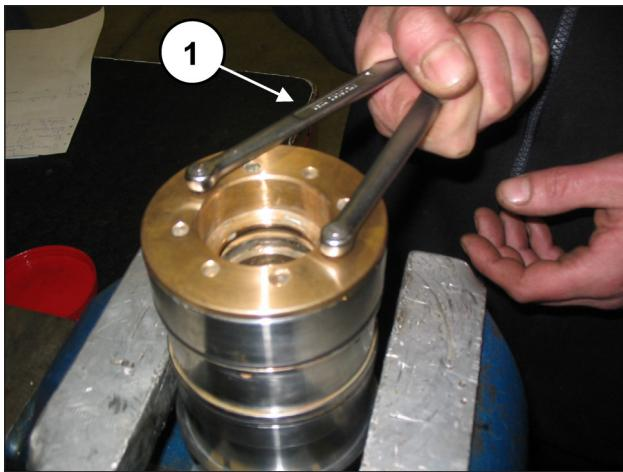

Рис. 190
Затяните с помощью вилочного ключа с круглыми насадками Ø5, имеющегося в свободной продаже (поз. ①, Рис. 190).